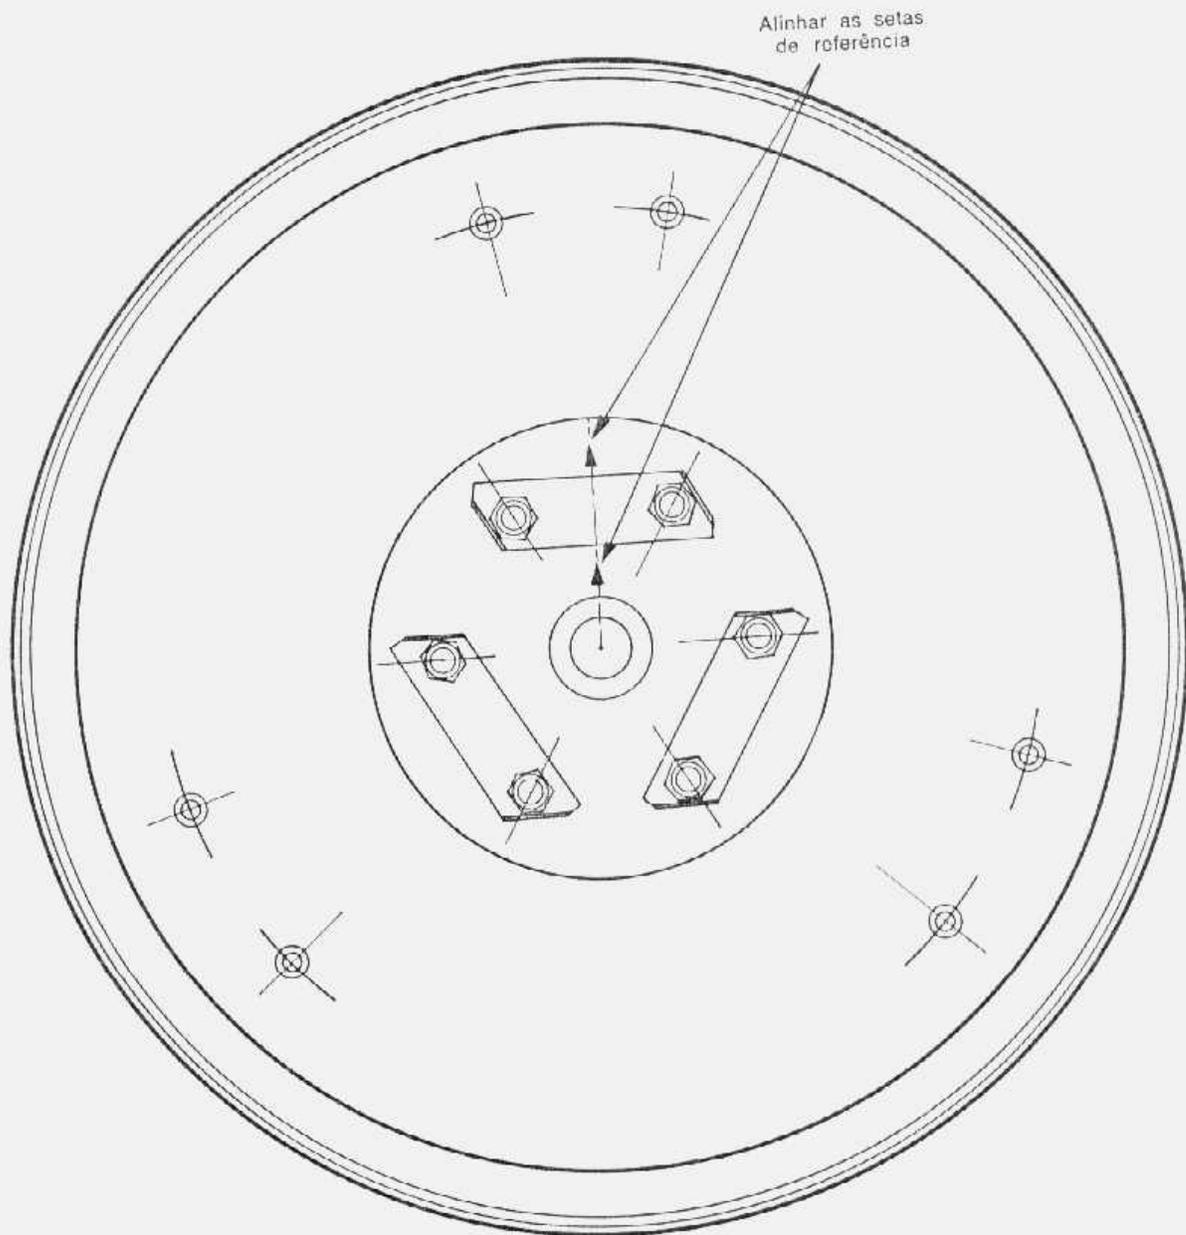

fig. 13 — instalação do volante
2. Observar as marcas (setas) no volante e na árvore de manivelas (fig. 13) para que na montagem estas peças sejam instaladas na mesma posição original.
1. Para instalar o volante, posicioná-lo na árvore de manivelas alinhando as marcas (setas) do volante e da árvore (fig. 13).